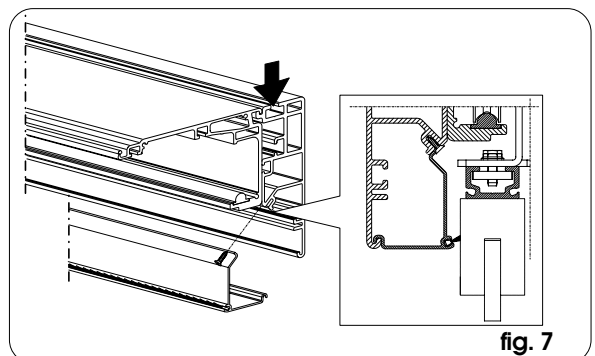

fig. 7
⇒ In base alla lunghezza traversa, possono essere necessari fissaggi intermedi (sfruttando la guida indicata in fig. 7):
• Se si utilizza il profilo di chiusura per automazione autoportante, assemblarlo come in fig. 7.